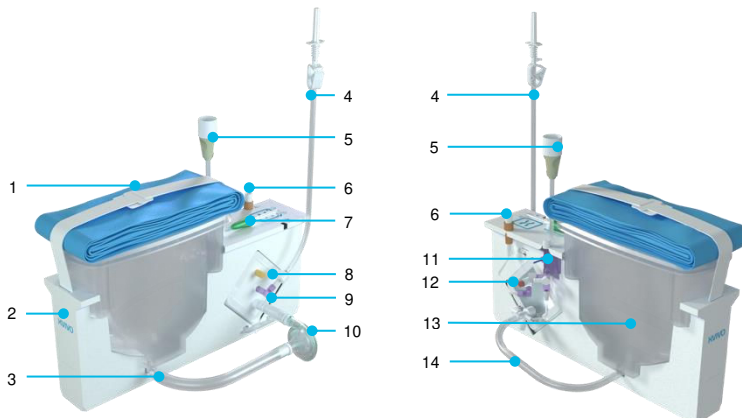
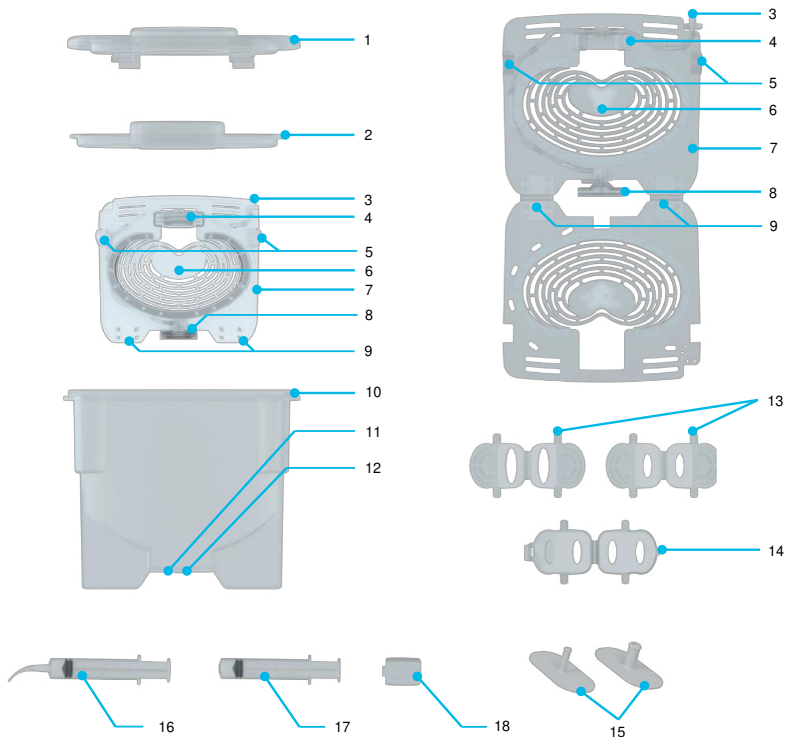
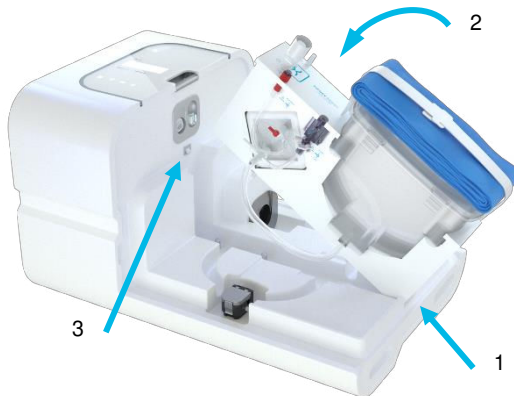
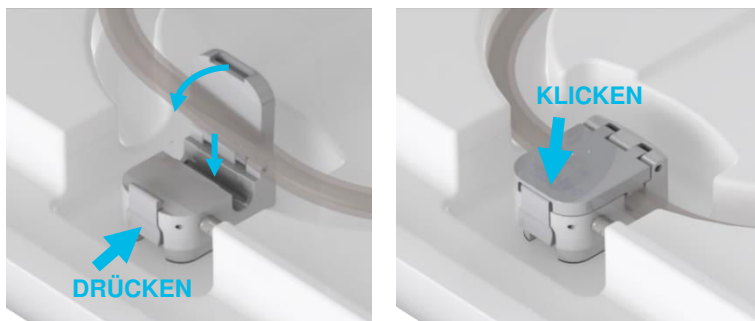

Abbildung 7: Kidney Assist Transport Perfusions-Set Kassette
Abbildung 8: Nierenhalterung und separate Komponenten
Abbildung 10: Einsetzen der Kassette.
Abbildung 13: Anschluss des Flusssensors
- Entfernen Sie die Tyvek-Abdeckung von der Schale und nehmen Sie die Kassette (Abbildung 7) aus der Schale. Prüfen Sie, ob das Produkt unversehrt ist und ob alle Verbindungen gesichert sind; ziehen Sie sie gegebenenfalls nach.
- Legen Sie die Kassette in ihre Position im Kidney Assist Transport wie in Abbildung 10 gezeigt. Legen Sie zunächst die Kassette auf der Seite des Reservoirs in die dafür vorgesehene Aufnahme (1). Drehen Sie dann die Kassette in Position (2). Befestigen Sie sie unter dem Pumpenkopf (Abbildung 7, Punkt 10) in der Magnetkupplung (Abbildung 2, Punkt 4) und drücken sie ihn fest an, sodass er korrekt positioniert ist. Sichern Sie die Kassette unter der Klammer unterhalb des Anschlusses für den Sauerstoff (3). Stellen Sie sicher, dass Pumpenkopf, Sauerstoff und Reservoir korrekt positioniert sind.
- Schließen Sie den Drucksensor (Abbildung 7, Punkt 5) an das Anschlussfeld (Abbildung 11) an.
- Schließen Sie den grünen Sauerstoffschlauch (Abbildung 7, Punkt 7) an den Anschluss für den Sauerstoff (Abbildung 11) an. Wenn die Sauerstoffverbindung hergestellt ist, ist das Sicherheitsventil im Anschluss geöffnet und der Sauerstoff kann fließen. Das Vorhandensein des Sauerstoffflusses kann anhand der Flussanzeige im Fach der Sauerstoffflasche überprüft werden (Abbildung 12). Eine schwebende Kugel ist sichtbar, wenn Sauerstofffluss vorhanden ist.
Öffnen Sie den Flusssensor, indem Sie auf die Aluminiumklammer drücken, um den Deckel zu lösen. Setzen Sie den Zuflussschlauch des Reservoirs ein (Abbildung 7, Nr. 14) und drücken Sie auf den Deckel, um den Sensor zu schließen (Abbildung 13).
- Entfernen Sie die gelbe Kappe des Entlüftungsfilters des Oxygenators (Abbildung 7, Punkt 8). Bitte bewahren Sie die gelbe Kappe auf, sie muss nach der Entlüftung wieder aufgesetzt werden.
- Rollen Sie die Füllleitung aus (Abbildung 7, Punkt 4) und öffnen Sie die Schlauchklemme an der Füllleitung. Befestigen Sie den Spike an einem Beutel bzw. einer Flasche mit zertifizierter Maschinenperfusionslösung.
- Nach dem Entlüften kann die entlüftete Kappe des Drucksensors durch eine nicht entlüftete Kappe ersetzt werden (Abbildung 8, Punkt 17).
- Stecken Sie nach dem Entlüften die gelbe Kappe wieder auf die Entlüftungsmembran am Oxygenator (Abbildung 7, Punkt 8). Die Entlüftungskappe des Drucksensors kann durch eine Kappe, mit der keine Entlüftung möglich ist, ersetzt werden (Abbildung 8, Punkt 17).